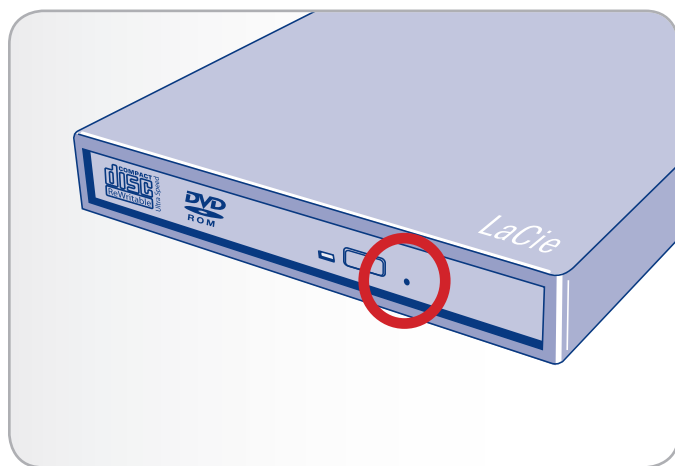

Fig. 10
2. Insérez dans ce trou une fine tige métallique, par exemple un trombone déplié, (voir Fig. 10) jusqu'à ce la tige appuie sur le mécanisme d'éjection manuelle. Ce mécanisme déclenche l'ouverture du tiroir.